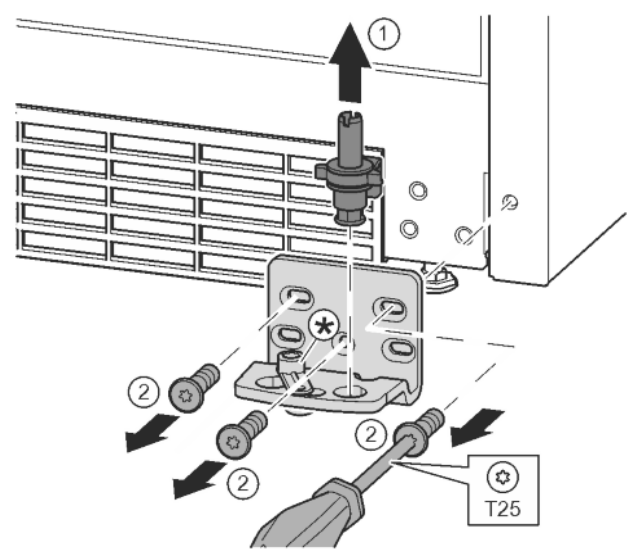

Fig. 11
- ▶ A teljes csapszeget felfelé húzza ki. Fig. 11 (1)
- ▶ A T25 csavarhúzóval tekerje ki a csavarokat, és vegye le a csapágybakot. Fig. 11 (2)